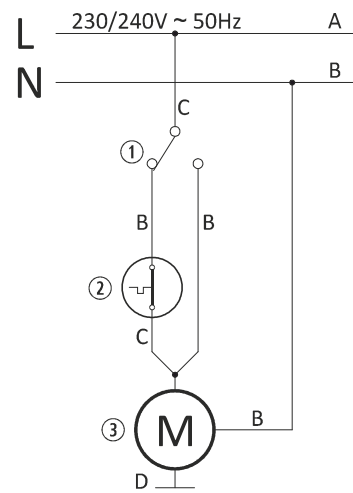

Figura 13
- Per eventuali problemi con l'impianto elettrico della stufa, mettersi in contatto con il costruttore (vedi *figura 13*).